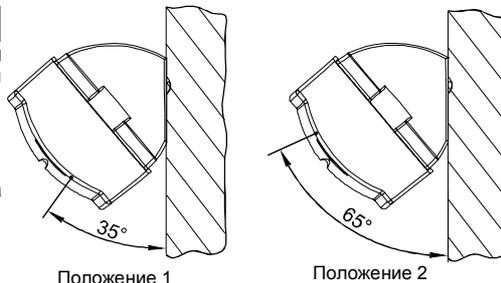

Рисунок 2
Крышка с установленной платой устанавливается на основание корпуса и фиксируется с помощью двух защелок (13). Конструкция имеет возможность двух позиционных установок крышки на основании, что обеспечивает дискретное изменение направления оси микрофона относительно поверхности крепления 35° или 65° (рис.2, Таблица 3).